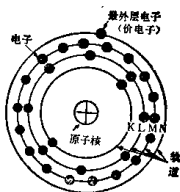

图 1—2 铜原子构造
d. 电子的移动和电流 电荷移动的现象称为电流。然而运载电的物质即电的运载者可以是电子，也可以是离子。电在金属中移动时，就是说在金属中流过电流时，自由电子是运载者。在酸和盐类的水溶液中，由于既有正离子也有负离子，所以电的运载者就有运载正电的和运载负电的两种。图 1—3 左图是仅有运载正电者的情况，中图是只有运载负电者的情况，这相当于在铜线中流过电流的情况，自由电子成了负电运载者。右图电的运载者是正离子和负离子或电子两种。